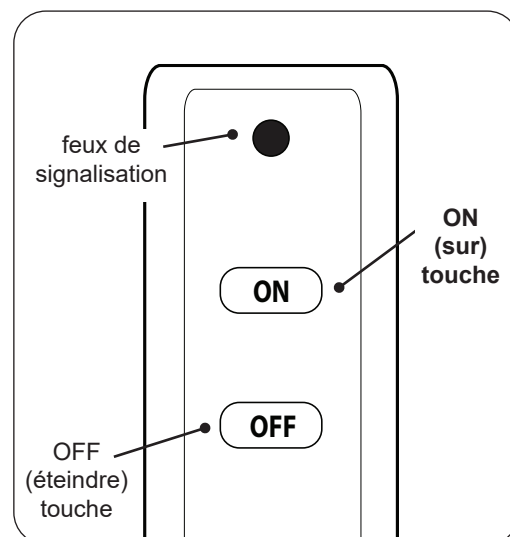

Fig. 40-2 Détail télécommande
2. Localiser la télécommande et appuyez sur la touche **ON** (sur). Voir Fig. 40-2. La séquence d'allumage commence.